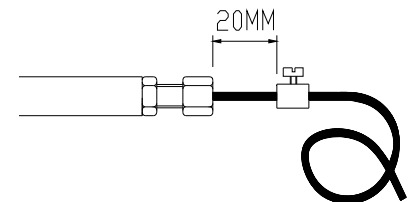

Fig.26
7. Trek nu de kabel uit, zodat de poelie van de veiligheidsschakelaar in de uiterste stand staat. Zet nu het kabeleindeschroefje op 20 mm van de stelschroef vast (Fig.26). Controleer nu of de veiligheidskabel goed afgesteld staat. Doe dit door de beveiliging te testen.